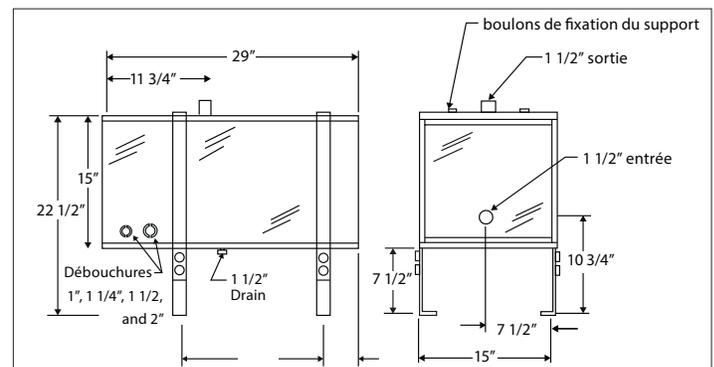

Figure 1
4. Les accessoires de montage, tel que fournis, permettent une installation au plancher ou au plafond. À noter que chacun des supports de montage doit être fixé sur le dessus du cabinet à l'aide des deux boulons de fixation (voir Fig.1). Retirer les deux boulons pour y installer le premier support. Ne pas retirer les boulons du deuxième support avant de compléter l'installation du premier
5. Veuillez référer à la Figure 1 pour les dimensions. Prévoir des dégagements adéquats pour faciliter l'installation et l'entretien. Un dégagement minimum de 60cm (24 po) est requis pour l'accès aux contrôles (bout opposé à l'entrée d'eau). Si vous installez l'appareil sous une table ou un cabinet, un dégagement minimum de 75cm (30 po) est requis entre le plancher et le dessous du cabinet (ou de la table) pour la tuyauterie.